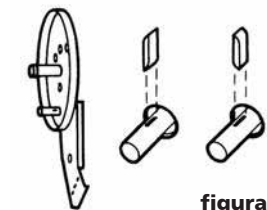

figura 7
- Retire ambas cuñas de las ranuras rectangulares que se encuentran en el eje del cilindro de corte e invierta sus posiciones (vea figura 7).